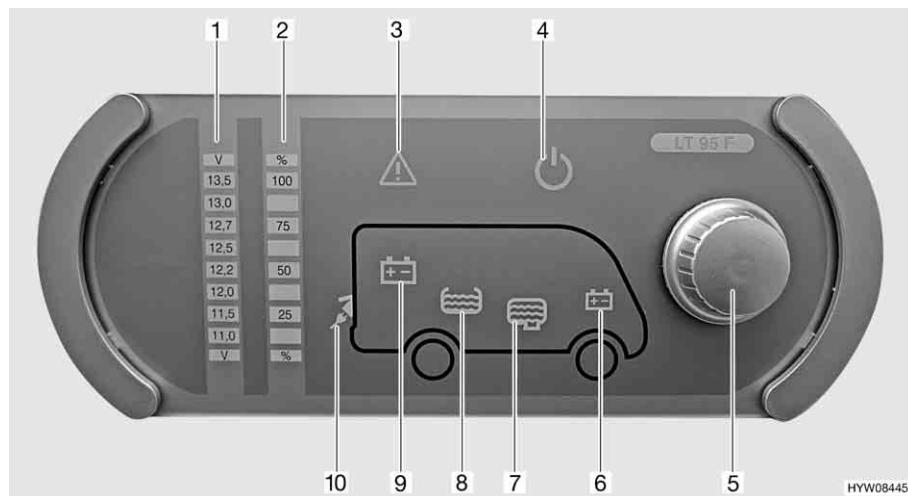

Fig. 64 Pannello di controllo (LT 95)
Il pulsante a rotazione (Fig. 64,5) inserisce o disinserisce il pannello di controllo e l'alimentazione a 12 V dell'abitacolo.
Accensione: ■ Premere il pulsante a rotazione (Fig. 64,5): L'alimentazione a 12 V dell'abitacolo è inserita. La spia di controllo a 12 V (Fig. 64,4) diventa verde.
Spegnimento: ■ Premere il pulsante a rotazione (Fig. 64,5): L'alimentazione a 12 V dell'abitacolo è disinserita. La spia di controllo a 12 V (Fig. 64,4) si spegne.
Mediante il pulsante a rotazione (Fig. 64,5) si possono interrogare sia la tensione della batteria dell'abitacolo che la tensione della batteria di avviamento. La tensione viene visualizzata sulla scala indicatore per la tensione della batteria (Fig. 64,1).
- Ruotare il pulsante a rotazione (Fig. 64,5), finché si accende il simbolo della batteria della quale deve essere interrogata la tensione.
Viene indicata la tensione della batteria dell'abitacolo (Fig. 64,9)
Viene indicata la tensione della batteria di avviamento (Fig. 64,6)
- Leggere la tensione sulla scala indicatore della tensione della batteria (Fig. 64,1).
Mediante il pulsante a rotazione (Fig. 64,5) si possono interrogare sia il livello del serbatoio dell'acqua che il livello del serbatoio delle acque grigie. Il livello viene visualizzato sulla scala indicatore livello dei serbatoi (Fig. 64,2).
- Indicazione:* ■ Ruotare il pulsante a rotazione (Fig. 64,5), finché si accende il simbolo del serbatoio del quale deve essere interrogato il livello.
Viene indicato il livello del serbatoio dell'acqua (Fig. 64,8)
Viene indicato il livello del serbatoio delle acque grigie (Fig. 64,7)
- Leggere il livello sulla scala indicatore del livello serbatoio (Fig. 64,2).
La spia luminosa Alarm (Fig. 64,3) lampeggia non appena i valori limite fissati vengono superati per eccesso o per difetto.
- Allarme batteria** La spia luminosa Alarm (Fig. 64,3) lampeggia non appena la tensione della batteria scende al di sotto di 11 V. Se l'alimentazione a 12 V è accesa, si accende anche il relativo simbolo della batteria (Fig. 64,6 o 9), e l'indicatore "11,0" sulla scala indicatore della tensione della batteria (Fig. 64,1) lampeggia. Rischio di uno scaricamento totale della batteria.
La spia luminosa Alarm (Fig. 64,3) lampeggi ed il relativo simbolo del serbatoio (Fig. 64,7 o 8) si accende non appena il serbatoio dell'acqua è vuoto o il serbatoio delle acque grigie è pieno.
La spia di controllo a 230 V (Fig. 64,10) si accende quando all'ingresso della centralina elettrica è presente una tensione di rete.